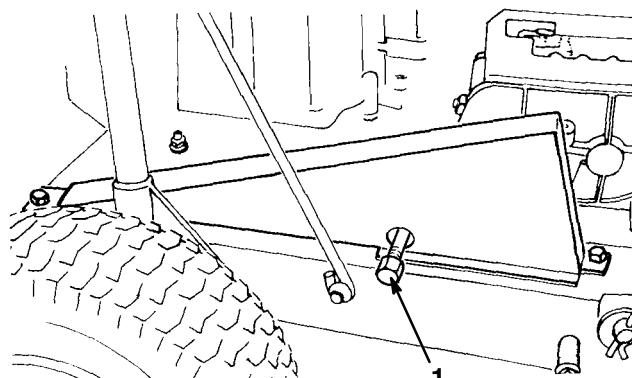

Abbildung 12
4. Eine Auffangschale unter die Ablaßschraube stellen (Abb. 12). Die Ablaßkappe entfernen. Das gesamte Öl in die Auffangschale laufen lassen.